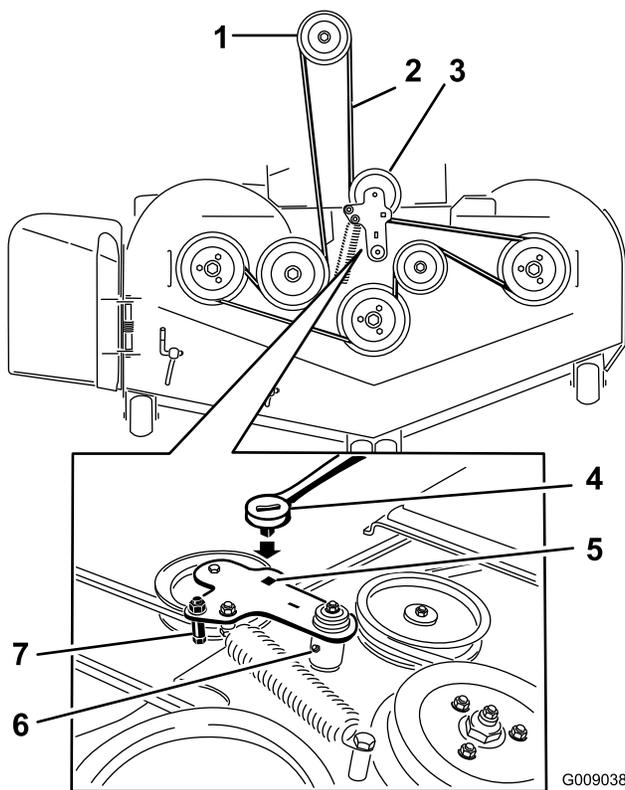
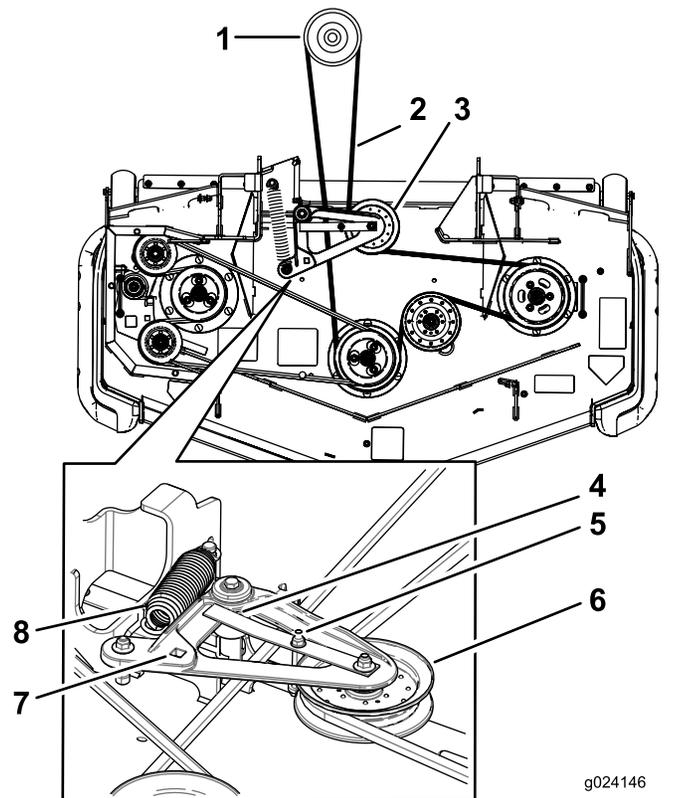

Figura 119
Figura 120
5. Levante la chapa de suelo e introduzca una llave dinamométrica en el taladro cuadrado del brazo tensor de la carcasa (Figura 119 o Figura 120).
6. Gire el brazo tensor de la carcasa en sentido horario, levante la pestaña de la guía de la correa (máquinas de descarga trasera solamente), y retire la correa del cortacésped (Figura 119 o Figura 120).